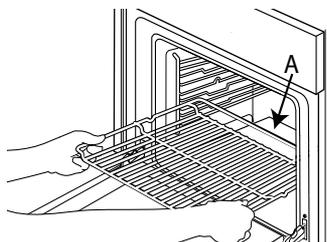

Fig. 1
1. Inserire la griglia orizzontalmente, con la parte rialzata "A" orientata verso l'alto (fig. 1).
1. Utilizzare entrambe le mani per inserire correttamente l'accessorio Artisan sul 1° livello (Fig.1)
(Fig. 1)
Utilizzare entrambe le mani per inserire correttamente l'accessorio Artisan sul 1° livello (fig.1)
1. Utilizzare entrambe le mani per inserire correttamente l'accessorio Artisan sul 1° livello (fig.1)